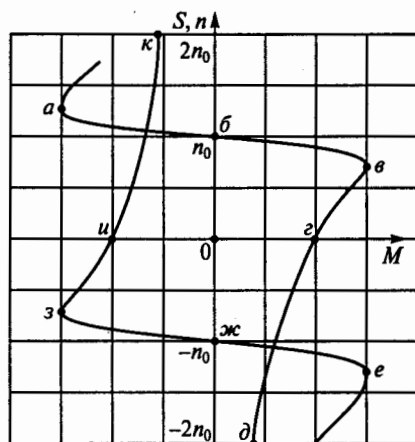

Рис. 224
9.53. На рис. 224 представлены механические характеристики трехфазного асинхронного двигателя. Какие приведенные режимы работы двигателя определяют различные участки этих характеристик? (Указать неправильный ответ.)
**9.54.** Для какой из точек механических характеристик, приведенных на рис. 224, скольжение определено неправильно?